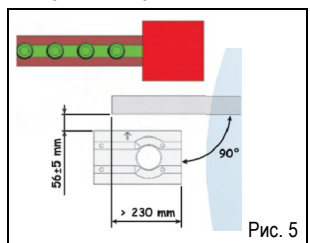
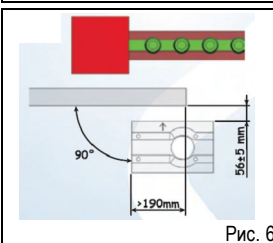

Рис. 5
Рис. 6
2. Расположить панель согласно рис. 5 (закрытие вправо) или рис. 6 (закрытие влево), чтобы обеспечить правильное зацепление шестерни и зубчатой рейки.
⚠ Стрелка на монтажной панели всегда должна указывать на ворота (см. рис. 5, 6).
👉 Провода, для удобства подключения, должны выступать из отверстий в монтажной панели приблизительно на 40 см (рис. 5, 6).